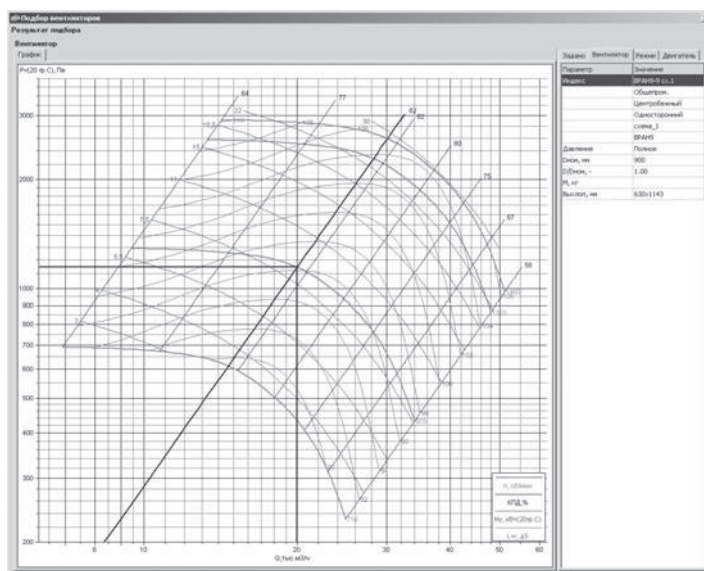

Рис. 10
**5. Диалоговое окно подбора вентиляторов** представляет процесс подбора вентиляторов в виде следующих основных этапов: первый этап — ввод исходных данных (рис. 8); второй этап — просмотр списка вентиляторов, удовлетворяющих условиям подбора, и выбор варианта решения (рис. 9); третий этап — просмотр полных данных по результатам расчета (рис. 10). За каждый этап отвечает самостоятельная диалоговая панель, смена этапов осуществляется нажатием кнопок «Далее» и «Назад». Если на последнем этапе диалог закончен нажатием кнопки «ОК», вариант подбора попадает в список выполненных расчетов.